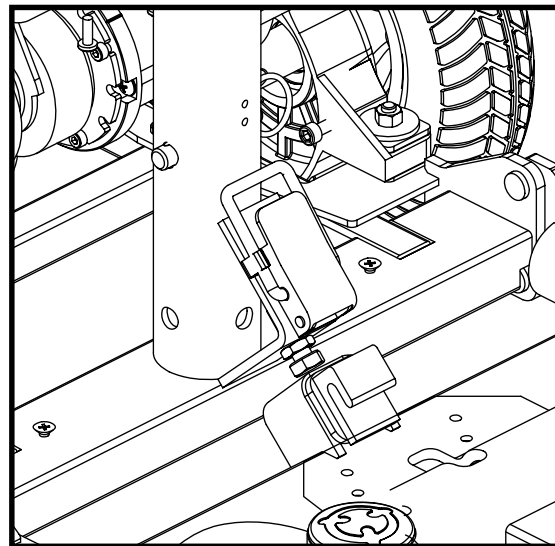

Figura 12. Chiusura a leva aperta
7. Ruotare il fermaglio della chiusura a leva sopra la chiusura stessa fino a quando scatta nell'apposito alloggiamento. Vedere figura 12.